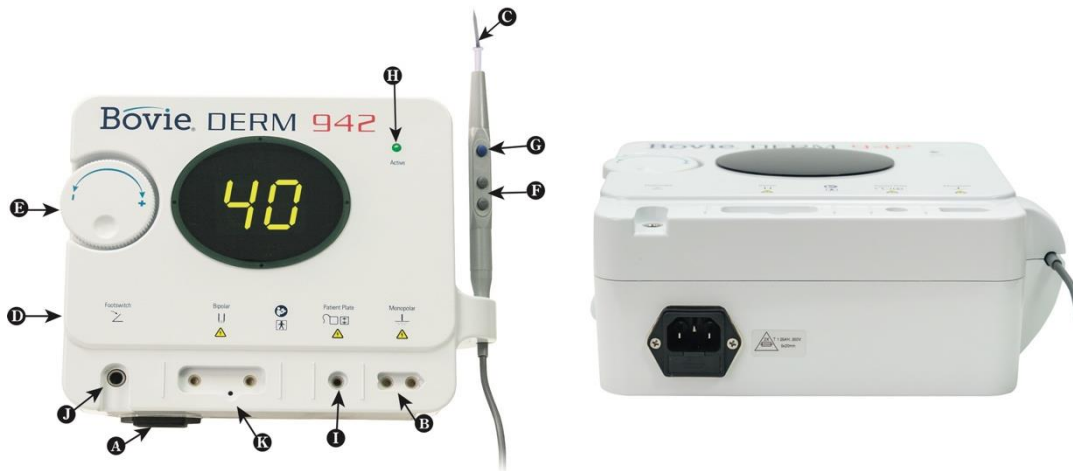

Abbildung 2
11. Zur Verwendung des optionalen Bipolarkabels (A827V) stecken Sie die Stecker in die bipolaren Ausgänge ein (siehe Abbildung 2, Buchstabe K). Das Kabel wird dann in die Zange gesteckt. An die Ausgänge kann nur ein monopolarer bzw. ein bipolares Zubehör angeschlossen werden, was deren gleichzeitige Verwendung durch den Benutzer verhindert.